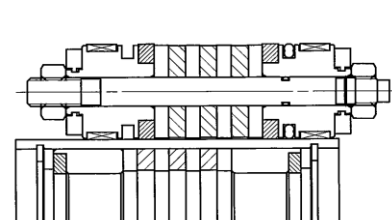

図16 誤った組み合わせ
⑦外部移動子とピストン移動子のシリンダチューブへの挿入方向性にご注意ください（ $\phi 6$ は対象外）。
2) 図16のように、ピストン移動子が外部移動子の中央からずれて吸着する場合は誤った組み合わせ。